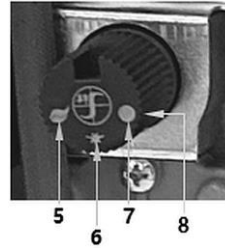

Abb. 7
1. Um das Gerät einzuschalten, drehen Sie den Temperaturregler (2, Abb. 7) um eine Markierung im Uhrzeigersinn.
1. Drehen Sie den Drehknopf des Zündmechanismus (8) auf die Position Hauptbrennerzündung  (5).
2. Stellen Sie den Temperaturregler (2, Abb. 7) auf die gewünschte Temperatureinstellung im Bereich 140 °C - 185 °C - MAX.
1. Drehen Sie den Temperaturregler (2, Abb. 7) auf die AUS-Position „O“ (1).
2. Drehen Sie den Drehknopf des Zündmechanismus (8) auf die Position Pilotflammenzündung  (6).
2. Schalten Sie die Fritteuse komplett aus, indem Sie den Temperaturregler (2, Abb. 7) auf die AUS-Position „O“ (1) drehen, sowie den Drehknopf des Zündmechanismus (8) auf die AUS-Position „O“ (7) drehen.